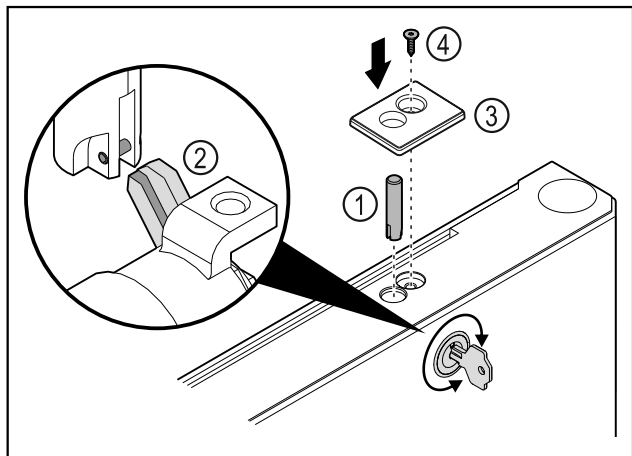

Fig. 46
- ▶ Поставете болта на ключалката Fig. 46 (1).
- ▶ Завъртете леко ключалката, за да може болтът на ключалката Fig. 46 (2) да се фиксира в прореза на ключалката.
- ▶ Поставете капака Fig. 46 (3).
- ▶ Поставете винта Fig. 46 (4).